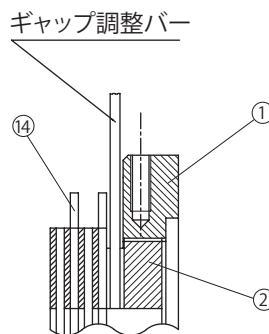

図 8-30
フィールド④側から見て左に回すとギャップが狭くなります。(図 8-30 参照)
- (4) アウターディスク⑭とセンターリング①の間には、取付ボルト③と固定ボルト⑪が交互に6本ずつ通っているため、ギャップ調整バーを回していくとそれらのボルトに当たります。ギャップ調整ネジ②には8等配の溝があり、ギャップ調整バーがボルトに当たるごとに(3)を繰り返して、ギャップ G を規定値に調整します。
- (5) ストッパー⑯を、規定ギャップに最も近い溝とネジ穴の点を選び取り付けてください。
- (6) ブレーキの手動解放を元の状態に復帰させた後、電源を入・切してブレーキ動作を確認してください。
- (7) ブレーキカバー㉒、Vリング㉓、ファン⑦、ファンセットボルト⑩、カバー⑧、屋外カバー㉑を取り付けます。この時ファンセットボルト⑩には、スリーボンド TB2365 を塗布してください。